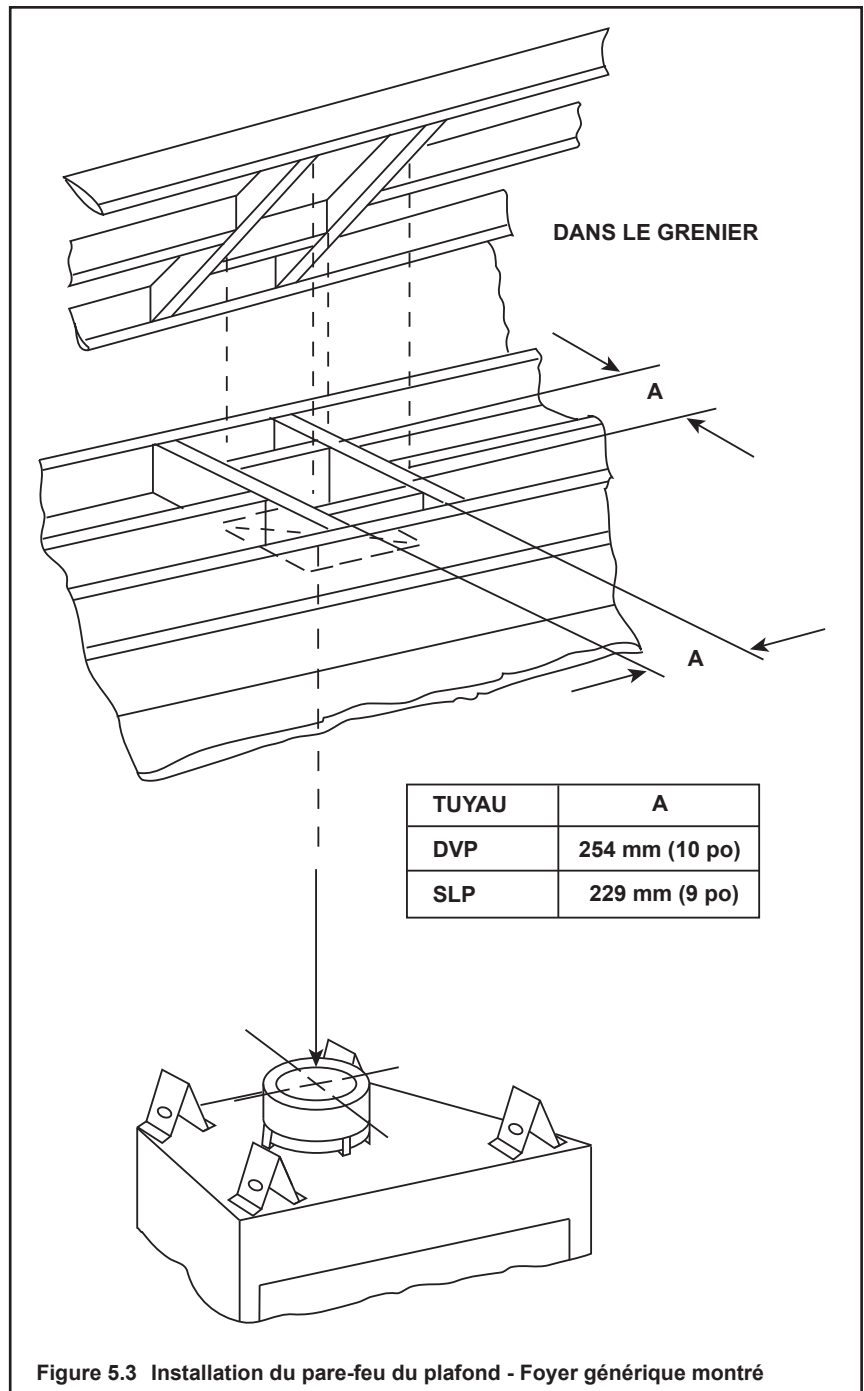

Figure 5.3 Installation du pare-feu du plafond - Foyer générique montré
- **Tuyau DVP seulement** – Fabriquez le cadrage d'une ouverture de 254 x 254 mm (10 x 10 po) chaque fois que le conduit d'évacuation des gaz traverse un plafond/plancher (voir la figure 5.3).
- **Tuyau SLP seulement** – Fabriquez le cadrage d'une ouverture de 229 x 229 mm (9 x 9 po) lorsque le conduit d'évacuation traverse un plancher/plafond (voir la figure 5.3).